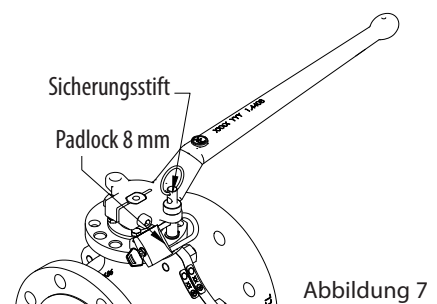

Abbildung 7
2. Bei einem Vorhängeschloss mit 6-mm-Schaft den Schaft durch das Loch im Sicherungsblech unter dem Endanschlag des Handhebels einführen (Abbildung 7).